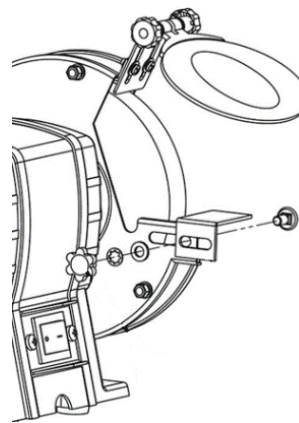

Fig. 3
- Allineare il portapezzo (9) come illustrato in Fig. 3.
- Fissarlo sulla protezione della mola (6) con le viti e i pomelli in dotazione.
- La distanza tra la mola (8) e il portapezzo non deve essere maggiore di 2 mm.